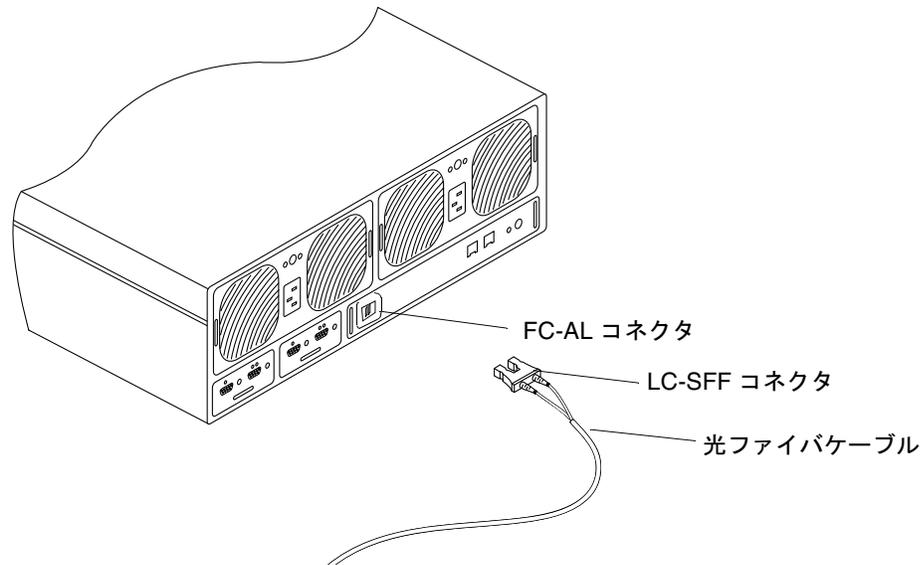

図 2-5 Sun StorEdge T3+ アレイの FC-AL コネクタへの光ファイバケーブルの接続
- Sun StorEdge T3+ アレイでは、光ファイバケーブルの標準コネクタ (SC) が HBA に接続されていることを確認します。
- Sun StorEdge T3+ アレイでは、ケーブルの LC-SFF (Small Form Factor) 側の端を FC-AL インタフェースに接続します (図 2-5)。